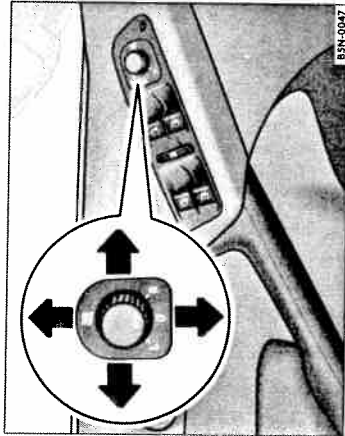

Fig. 54 Imagine din ușa conducătorului: Butonul rotativ pentru oglinzile laterale.
1. Rotiți butonul ⇒ fig. 54 în poziția L (oglindea din stânga).
- Rotiți butonul ⇒ fig. 54 în poziția pentru a încălzi oglinzile laterale.